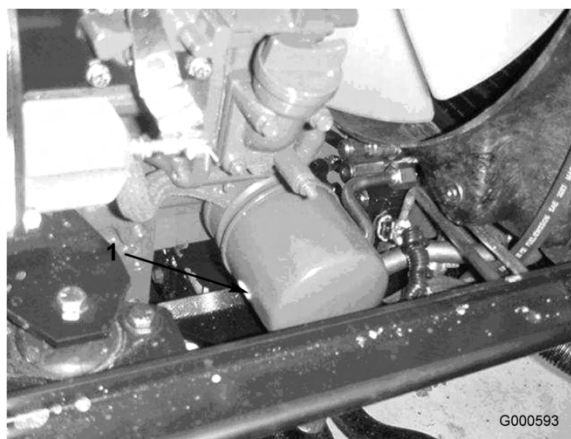

Figura 35
2. Retire el filtro de aceite (Figura 35). Aplique una capa ligera de aceite limpio al filtro nuevo antes de enroscarlo. No apriete demasiado.